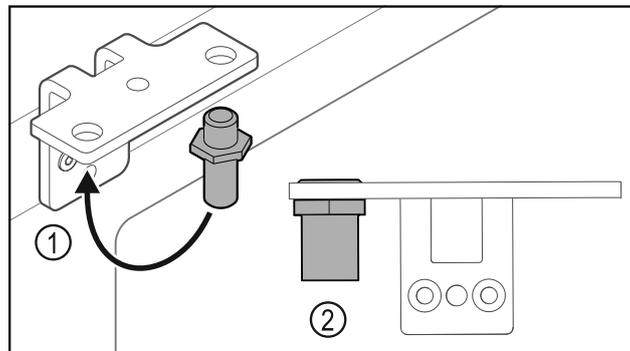

Fig. 27
- ▶ Bolzen Fig. 27 (1) im Scharnierwinkel einsetzen.
- ▶ Bolzen Fig. 27 (2) mit **Drehmoment von 12 Nm** anziehen.